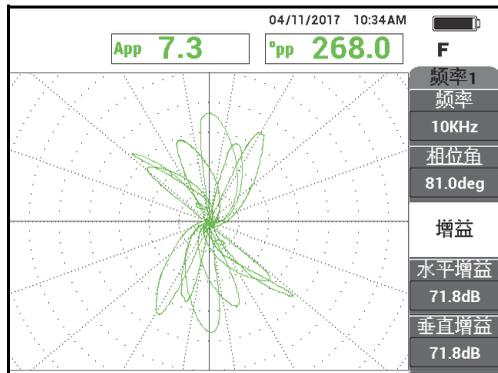

图 5-165 在管板圆环和通壁孔之间的管件区域进行扫查
10. 扫查管件上管板圆环和 1.3 毫米通壁孔之间的区域，以核查频率 1 的校准（参见第 228 页的图 5-165）。